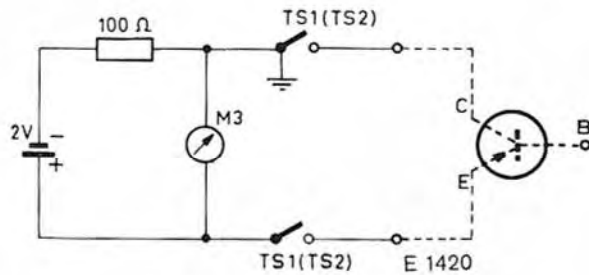

Fig. 19. Schéma pour l'essai de court-circuit SC
A. ESSAI DE COURT-CIRCUIT SC (fig. 19)